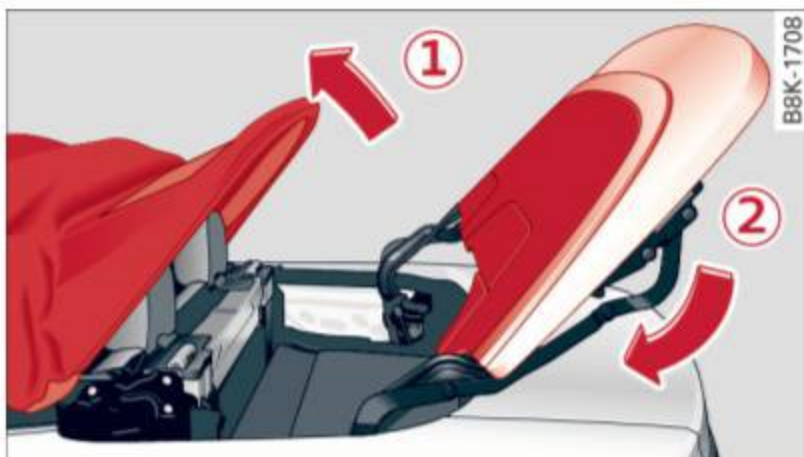

Fig. 50 Capote électrique soulevée
- Soulevez l'arrière de la capote électrique et maintenez-la en place ⇒ fig. 50 ① ⇒ ⚠ dans Étape 2 : Retrait du couvercle du compartiment du toit décapotable électrique à la page 54.
- Faites glisser le compartiment de la capote électrique vers l'avant jusqu'à ce qu'elle arrive au bout en position ②. Ouvrez la capote électrique.